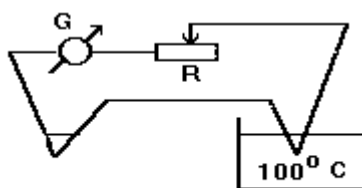

Fig.3. Schema instalației experimentale
Se realizează montajul din fig.3 ce constă dintr-un termocuplu Ni — Cu; un galvanometru cu spot luminos ce evidențiază curentul în circuit, pe ecranul căruia este notată constanta de curent C, doi rezistori: unul cu rezistență constantă $R_0 = 2000 \Omega$ și celălalt cu rezistență variabilă R_i în zece trepte între limitele $R_1 = 100 \Omega$ și $R_{10} = 1000 \Omega$; un reșou pentru încălzirea apei dintr-un pahar la temperatura $T_2 = 373 K$.
- Se va determina coeficientul Seebeck al cuplului Cu-Ni realizând montajul din fig.3